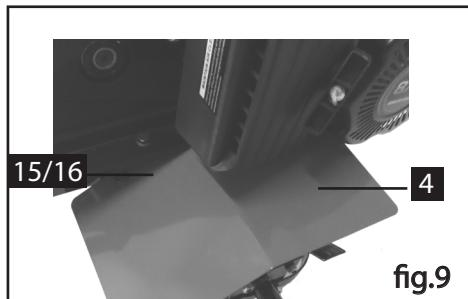

fig.9
8. Montați acoperitoarea lamei și strângeți-o pe mașină în șuruburile 2x M 8*16 și contrapiulițele cu guler.(Vezi Fig.9)